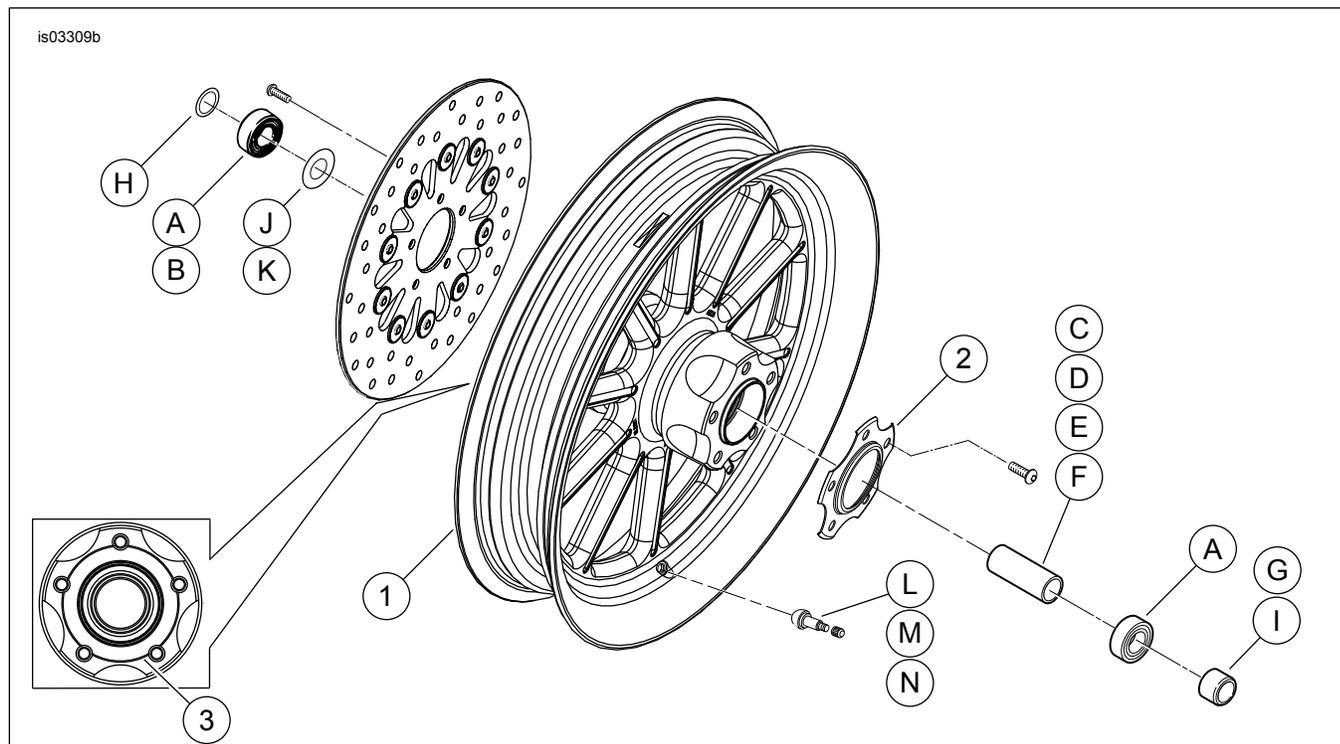

Figura 2. Peças de reposição: Roda dianteira Revolver (roda de 16 pol. mostrada)
2. Veja Figura 2. Instale o conjunto da haste da válvula (M) na roda. Consulte PNEUS no Manual de serviço.
- Veja Figura 2. Para modelos de disco duplo, instale os discos do freio conforme o Manual de serviço. A calota cromada (2) não é usada.
- Veja Figura 2. Para modelos de disco simples, instale o disco do freio conforme o Manual de serviço. A calota cromada (2) é instalada no lado oposto da roda de onde está o disco de freio.